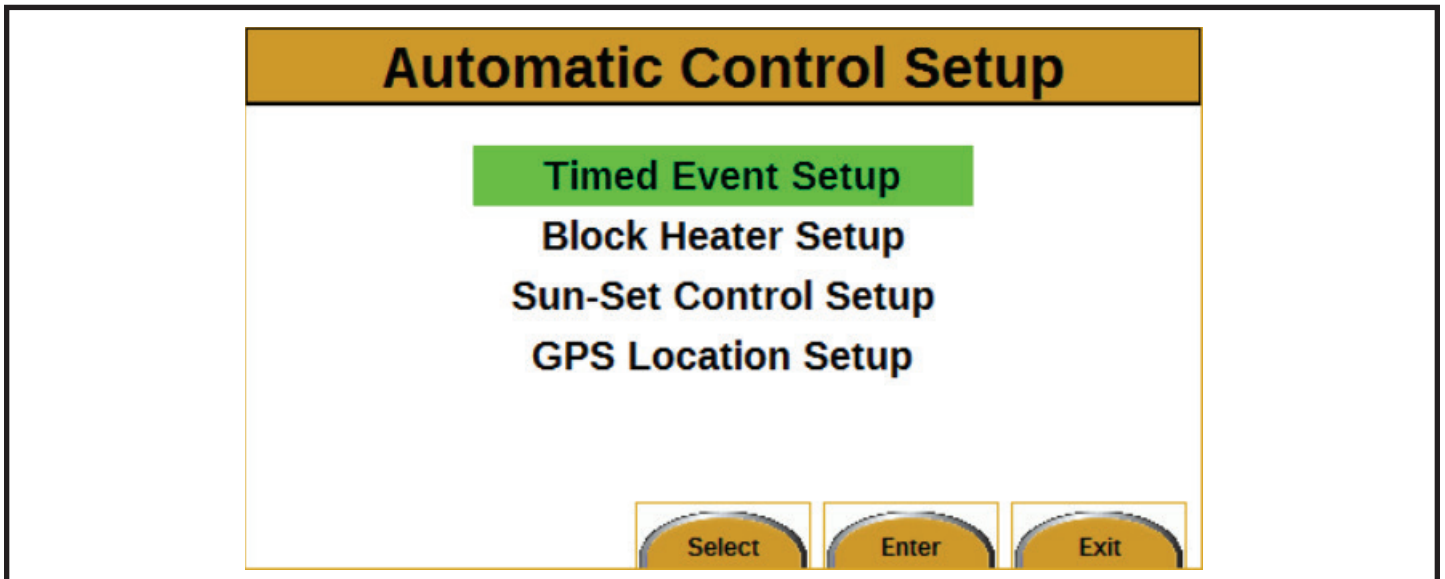

Figure 5
2. Appuyer sur le bouton Enter (Entrer). L'écran Automatic Control Setup (Réglage de commande automatique) apparaîtra (see Figure 5).